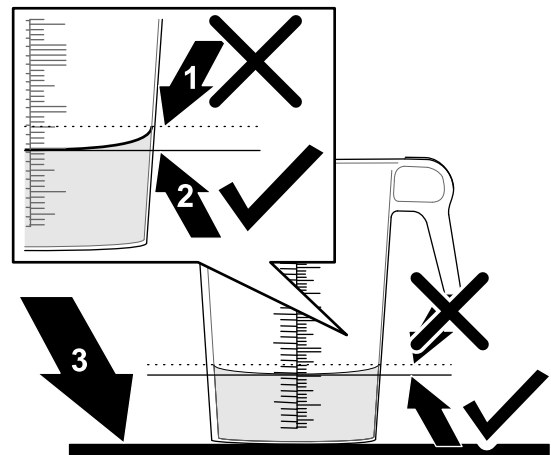

Bild 42
6. Stellen Sie den Behälter mit der Skala auf eine ebene Fläche und notieren Sie das Flüssigkeitsvolumen (Bild 42).